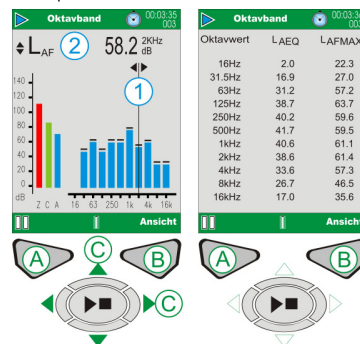

Abbildung 13 CEL-62XB (& C) Haupt-Messlaufanzeigen
CEL-62XB & C (siehe Abbildung 13).
CEL-62XB (& C) erstellt zwei weitere Oktavbandanzeigen (oder 1/3 Oktavband), siehe Abbildung 13. Mit dem **Ansicht**-Taster (B), schalten Sie zwischen den vier erhältlichen Anzeigen hin und her. Benutzen Sie die **linke/rechte** Cursortaste (C), um durch die Frequenzbänder auf der grafischen Anzeige zu laufen (1). Benutzen Sie die **nach oben/nach unten** Cursortaste (C), um zwischen die Parameter LMAX und LEQ zu schalten (2).